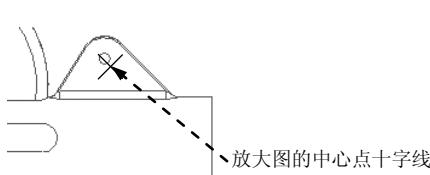

图 10.4.32 放大图的中心点
Step2. 在系统 **选取绘图的中心点。** 的提示下，在图 10.4.32 所示的圆的边线上选择一点（在主视图的非边线的地方选择的点，系统不认可），此时在拾取的点附近出现一个十字线。